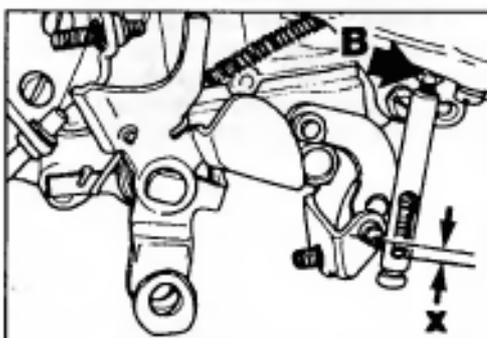

Рис. 6 Регулировка толкателя
- б) Измерьте размер "X" между нижним концом прорези в толкателе и центром шариковой головки на рычаге дроссельной заслонки (Рис. 6).